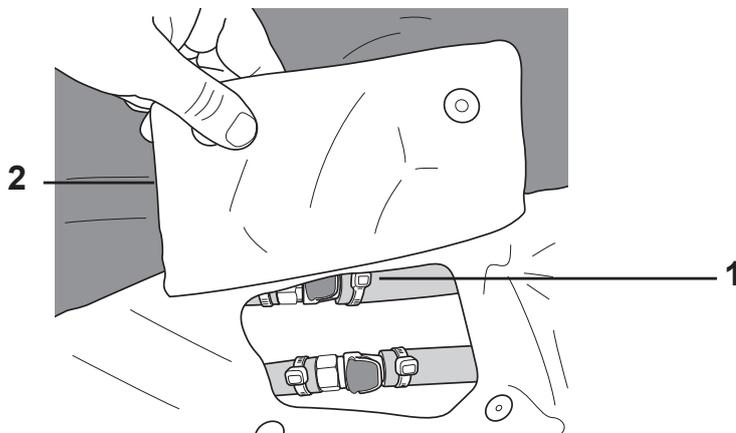

Figura 12: Aba de extensão
1. Localize a aba de extensão na extremidade do colchão do lado direito dos pés do paciente. Desaperte e levante a aba (figura 12, item 2) para ter acesso aos dois conjuntos de conectores (1) no colchão de ar.